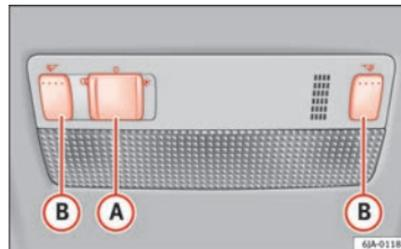

Fig. 59 Iluminação no interior – variante 1
- Mova o interruptor **A** ⇒ Fig. 59 para o lado da lâmpada, e aparece o símbolo ☞.
- Mova o interruptor **A** ⇒ Fig. 59 para a posição central **O**.
- Mova o interruptor **A** ⇒ Fig. 59 para o centro da lâmpada, e aparece o símbolo ☞.
- As luzes de leitura ligam-se e desligam-se pressionando o botão **B** ⇒ Fig. 59.
Ao estar activado o comando da iluminação na porta (interruptor **A** ⇒ Fig. 59 na posição ☞), a luz acende-se: